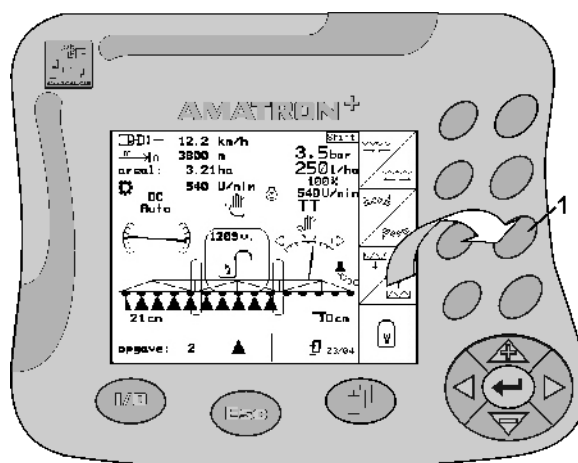

Fig. 14
1. Aktiver funktionsfeltets funktionstaste (Fig. 14/1), for at hæve sprøjtebommen.